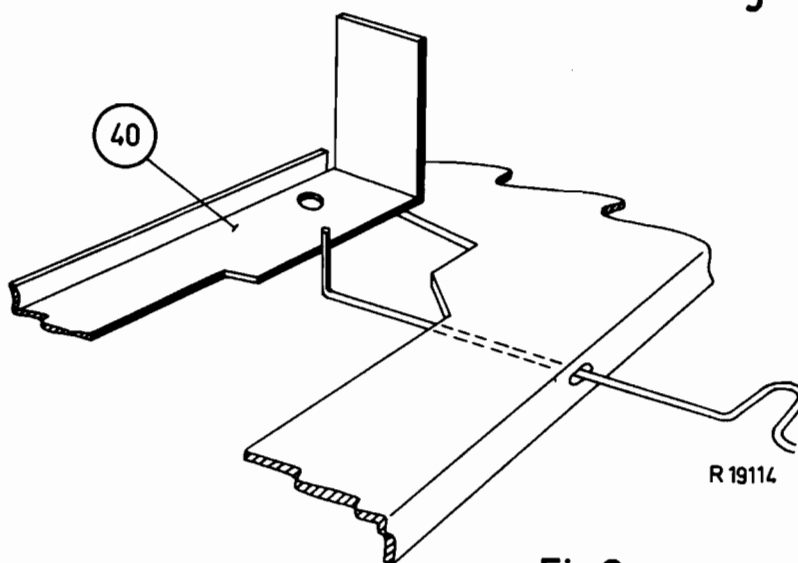

Fig.2
- b. Bij ingedrukte startknop moet nu de startdraad juist tegen de taster staan (zie fig. 2).